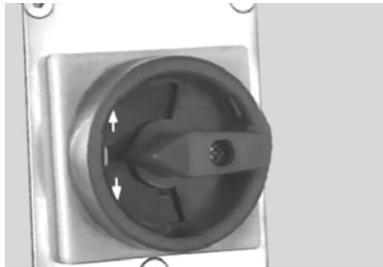

Bild 2) Wendeschalter
- Fahrzeug frei heben. Wendeschalter auf „σ“ drehen (Bild 2).
- Fahrzeug auf gewünschte Arbeitshöhe oder in die untere Stellung absenken; dabei den Wendeschalter auf „τ“ drehen (Bild 2).